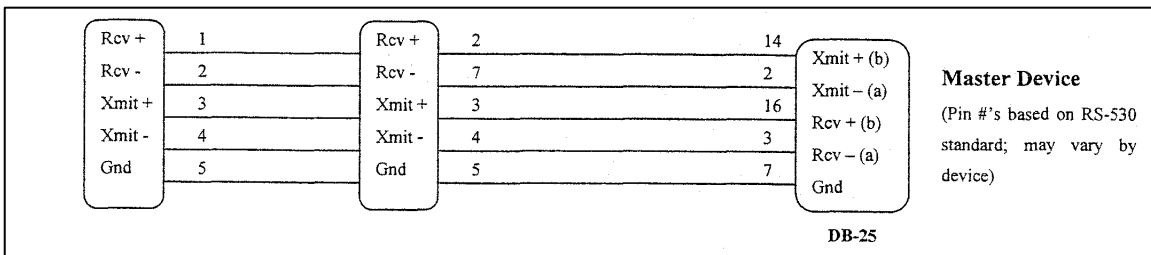

Figure 46. RS422A Wiring (4 wire).
- RS422A Wiring Diagram (Figure 46)